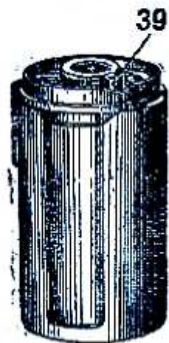

Рис. 4.
39. Кнопка кассеты (рис. 4)
Кассета (рисунок 4) состоит из трех частей: обоймы, гильзы и катушки.